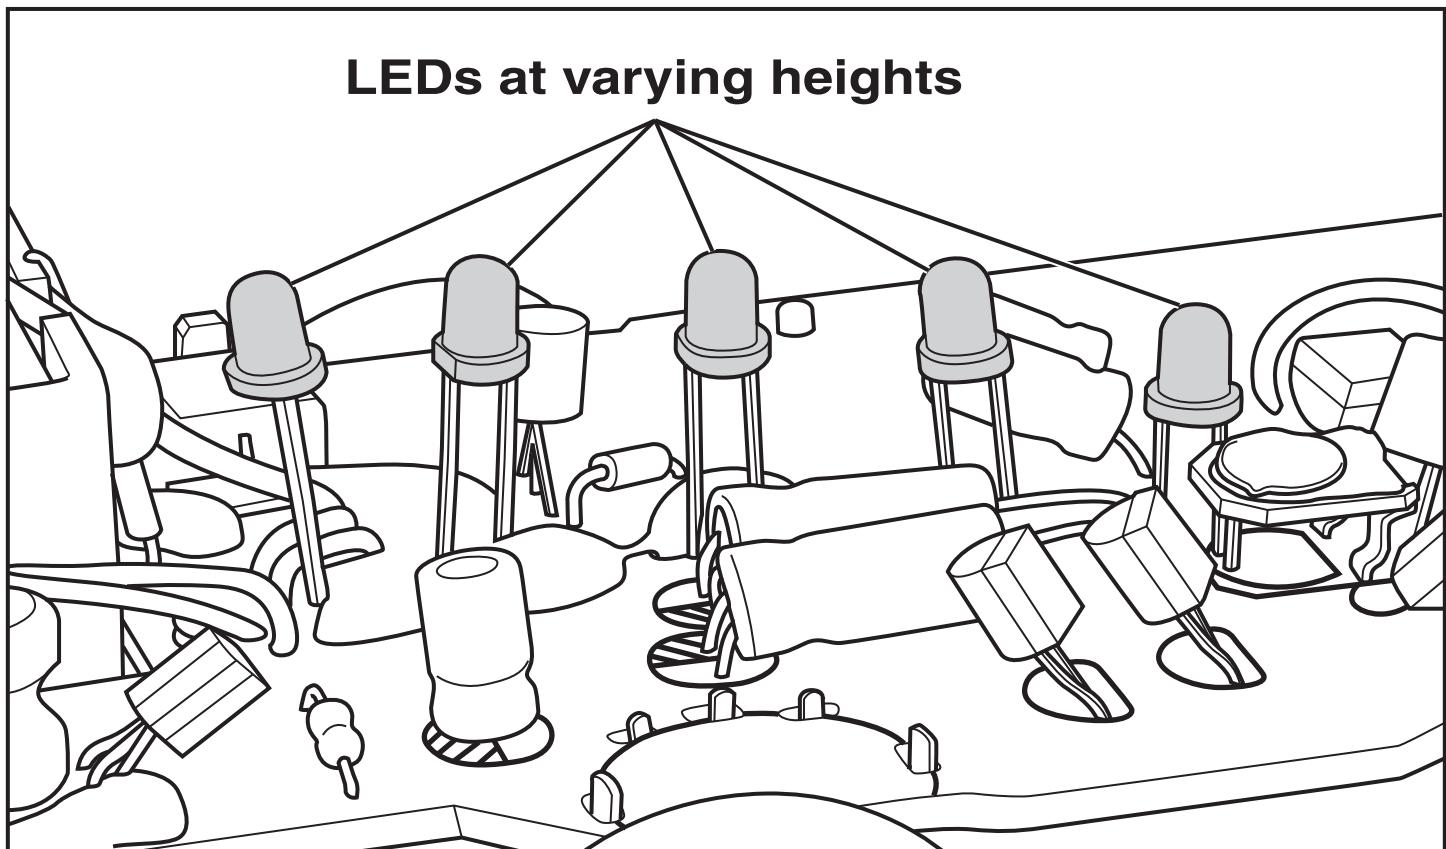

Fig. 7
- (d) Fig. 7 shows the LED indicators on the circuit board.